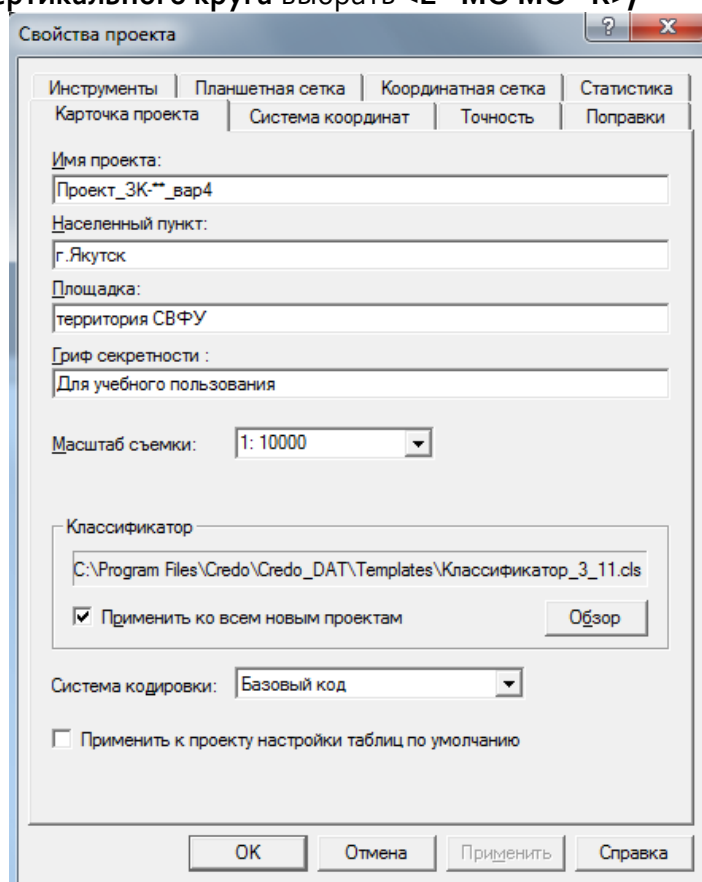

Рис.3
В Свойства проекта (рис. 3);
- на вкладке **Карточка проекта** задать параметры в соответствии с рис. 3;